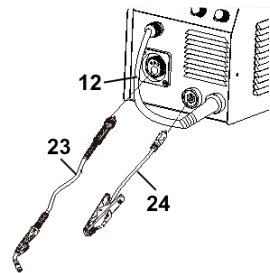

Рисунок 7
- під'єднайте єврорукав з пальником MIG/MAG (23, рисунок 7) до роз'єму (11, рисунок 1). Поєднайте кінець єврорукава з 4-ма отворами в роз'ємі, вставте та зафіксуйте за допомогою стопорної гайки;
- під'єднайте кабель робочого затискача «маси» (24, рисунок 7) до роз'єму «+» (10, рисунок 1), а сам робочий затискач до об'єкта зварювання якомога ближче до місця зварювання;
- під'єднайте кабель-перехідник MIG/MAG (12, рисунок 7) до роз'єму «-» (9, рисунок 1);